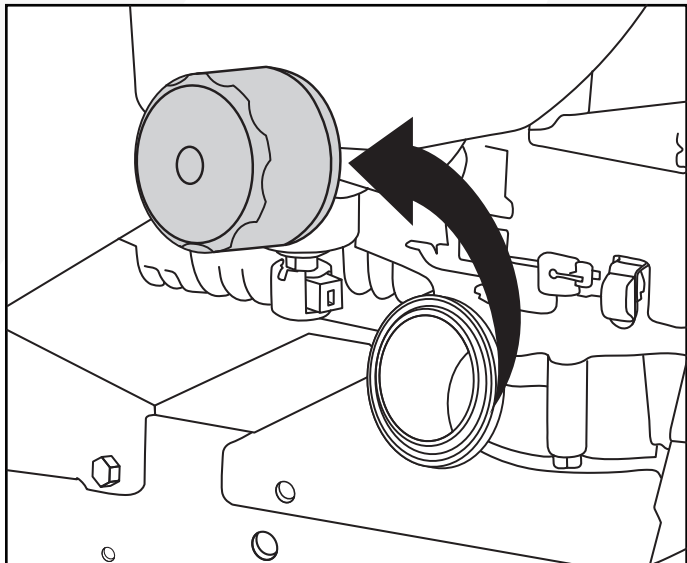

Fig. 38
7. Retire el filtro de aceite (Fig. 38) y deséchelo correctamente.